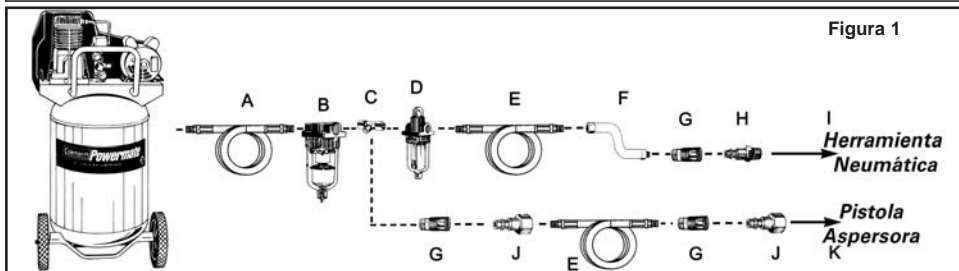

Figura 1
- Conecte la herramienta al acoplador rápido de la manguera de aire. **NOTA: Se recomienda utilizar una manguera de conexión flexible con un cabezal giratorio (P012-0079SP - no incluida) para evitar que la manguera de aire se doble, enrosque o gaste demasiado (ver figura 1 para las conexiones recomendadas).**
Para conservar el funcionamiento óptimo de la herramienta neumática, debe ser lubricada cada vez que se utiliza. Las partículas, el polvo, el óxido y los residuos de aceite se acumulan dentro de la herramienta y reducen su desempeño. Se recomienda utilizar un engrasador en línea para una lubricación automática adecuada de la herramienta (ver Figura 1). Si no dispone de un engrasador en línea, puede lubricar la herramienta de forma manual a través del orificio de entrada (ver Figura 3).